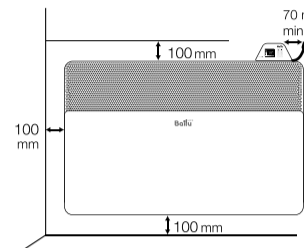

Рис. 7
- Используя стойки и ролики, предварительно изучив схему крепления (рис. 7), установите прибор на полу.